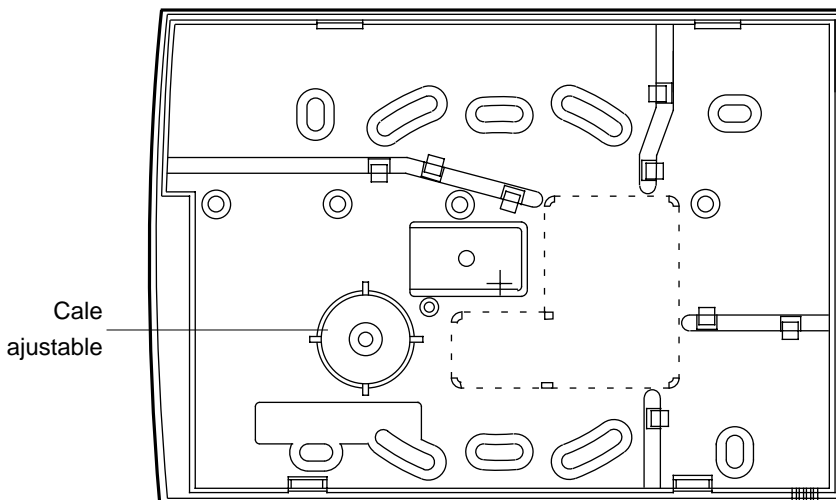

Figure 6. Embase du clavier 9930
L'embase du clavier 9930 comporte une cale ajustable qui doit être utilisée afin de vérifier que le contact d'autoprotection fonctionnera correctement si le clavier doit être installé sur une surface inégale. La figure 6 représente le panneau arrière du clavier, ainsi que la position des trous de fixation.
2. Maintenir l'embase contre le mur et marquer l'emplacement du trou central dans la cale ajustable (se reporter à la figure 6).